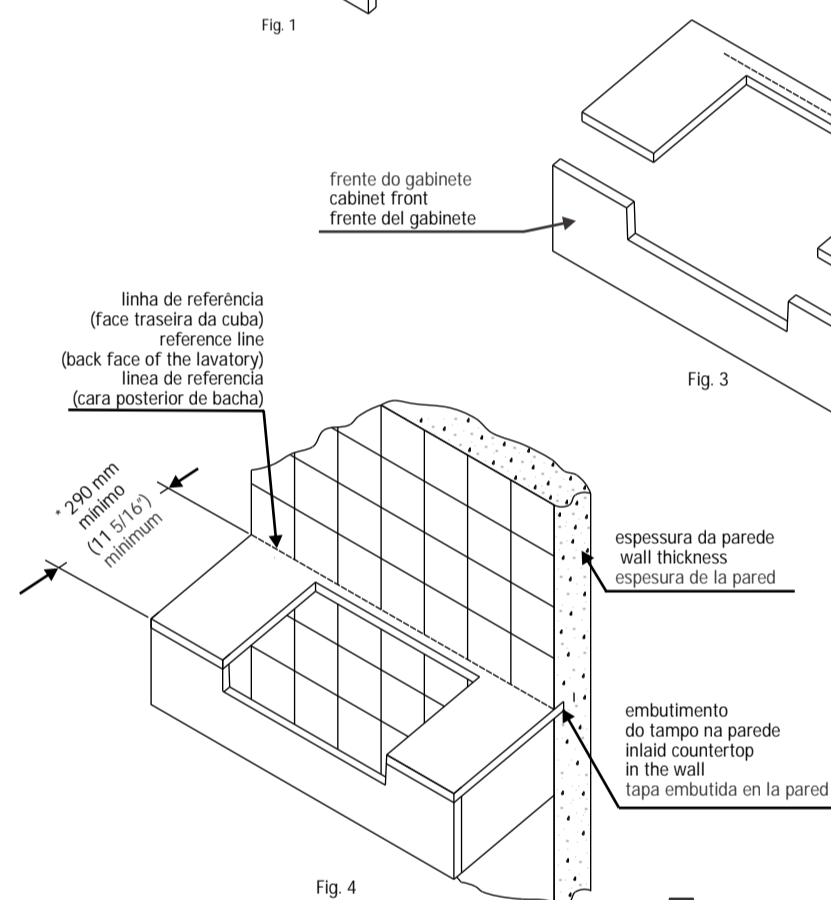

Fig 2
- 2 - Recortar o gabarito na linha indicada pela tesoura. Dobrar na linha tracejada, posicioná-lo sobre o tampo, coincidindo a linha de centro do gabarito com a linha de centro do tampo. Observar afastamento de 13 mm da linha de referencia (face traseira da cuba), traçada no tampo. Conforme fig. 2.
- Observe minimum distance of 1/2" between the pattern and the back face line (drawn on the countertop). According to figure 2.